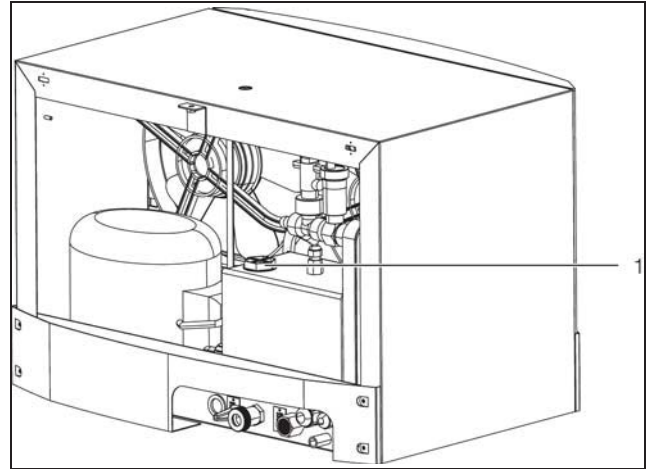

Fig. 52 : Remplissage de l'agent de refroidissement (3318.610 et 3319.610)
- Remplir le refroidisseur d'eau d'agent de refroidissement en utilisant l'embout de remplissage de la cuve (fig. 52, pos. 1).